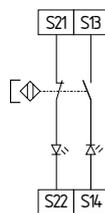

Fig. 7
**Câblage à deux canaux d'interrupteurs de sécurité magnétiques selon EN 60947-5-3 (Fig. 7)**